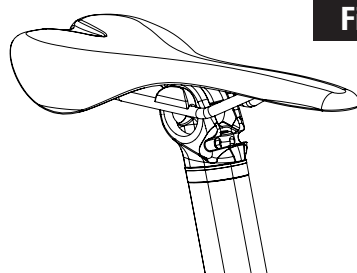

Fig 2
2. Plaats de bovenste steun (10a) met het symbool in afb. 5.1 als u een zadelpen met ronde rails (Ø 7 mm) wenst te gebruiken en de steun (10b) met het symbool in afb. 5.2 voor een zadel met ovale rails. (Afb. 2)